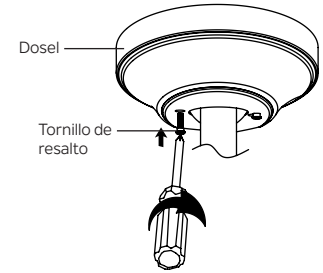

Figura 16
**Paso 2.** Ensamble el dosel girando la ranura de llave en el dosel sobre el tornillo de resalto en el soporte de montaje. Vuelva a instalar el tornillo de resalto que se quitó anteriormente, luego vuelva a apretar dos tornillos de resalto firmemente. (Figura 16)